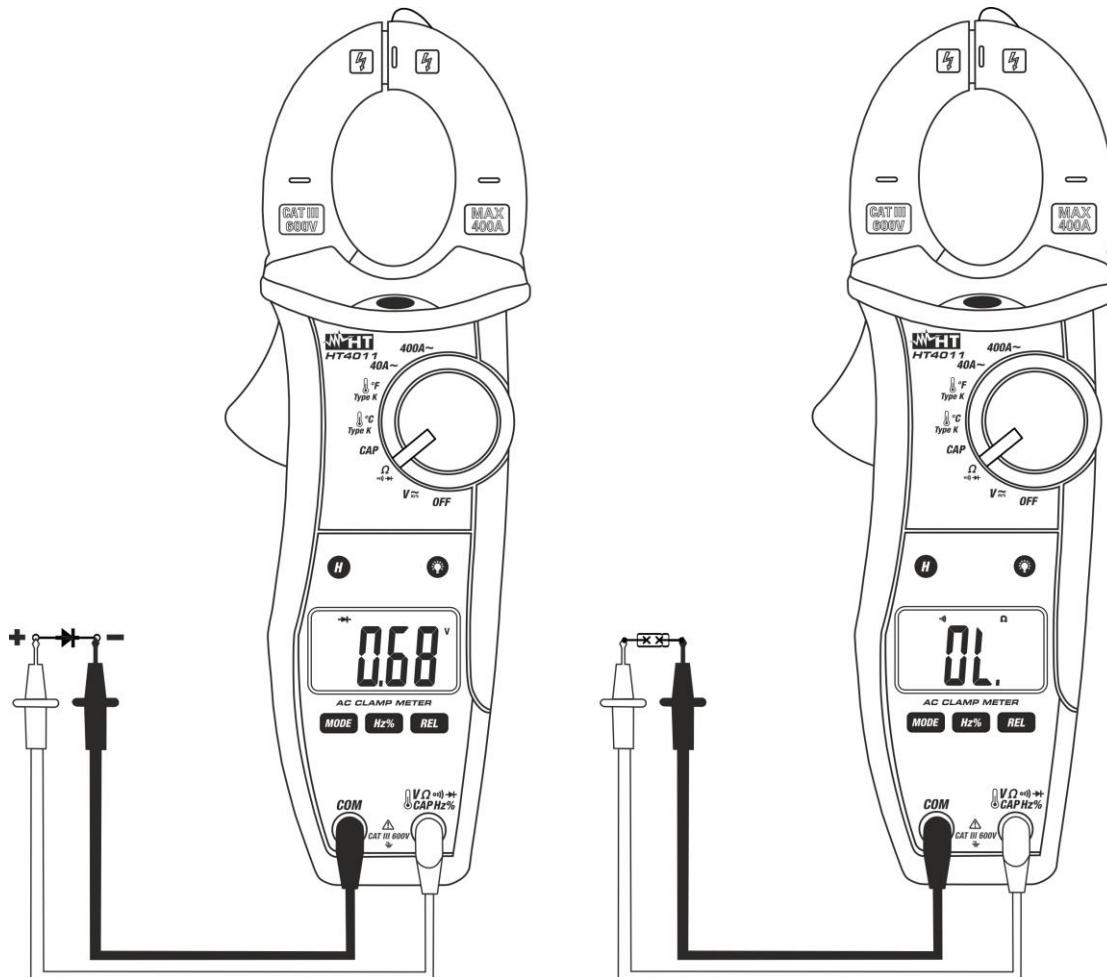

Fig. 7: Uso de la pinza para la prueba de Continuidad y Prueba de Diodos
3. Inserte el cable rojo en el terminal de entrada $V\Omega\parallel\parallel$ y el cable negro en el terminal de entrada **COM** y efectúe la prueba de continuidad sobre el objeto en prueba (vea Fig. 7 – parte derecha). El indicador acústico emite una señal acústica cuando el valor de la resistencia medida es inferior a aproximadamente 150Ω
5. Conecte la punta roja al ánodo del diodo y la punta negra al cátodo en caso de medida de polarización directa (vea Fig. 7 – parte izquierda). Invierta la posición de las puntas de prueba en caso de medida de polarización inversa